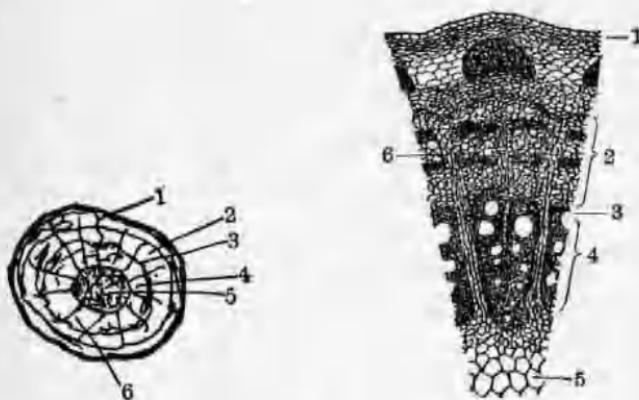

图 10
⑩ 形成层：就是位于根、茎等器官木质部与韧皮部间，具有分生能力的组织（图10）。由薄壁细胞组成。它不断增生新的细胞，向内增加新的木质部，向外增加新的韧皮部，使木本双子叶植物根、茎加粗生长。